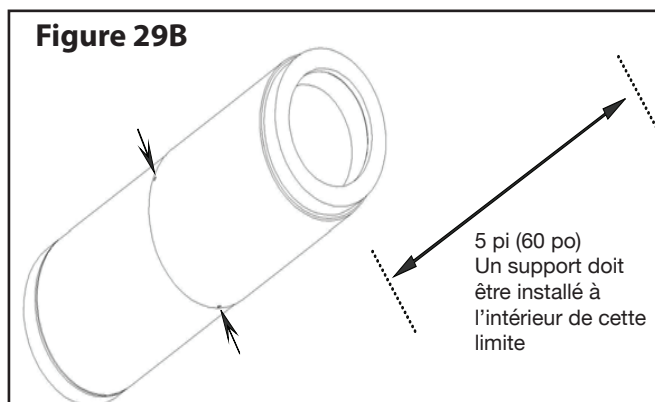

Figure 29B
Étape 3. Installer un support (UWS ou URS) dans les 5 pi. (60 oi) suivant la longueur réglable afin de reprendre la charge des sections suivantes (Figure 29B).